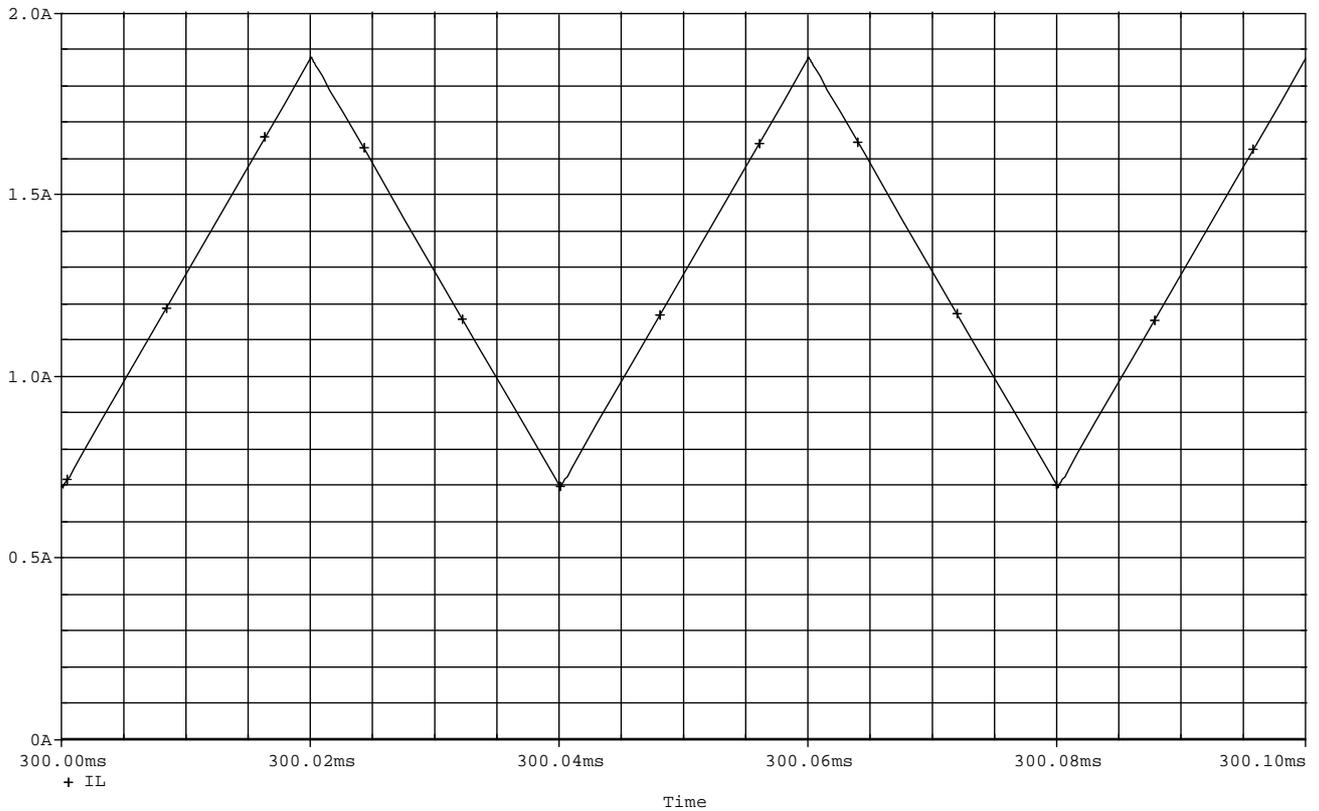

fig 3
1.6. Une simulation du circuit a permis d'obtenir le chronogramme de l'intensité du courant $i_L(t)$ (figure 3) pour $E = 12V$ et $\alpha = 1/2$.